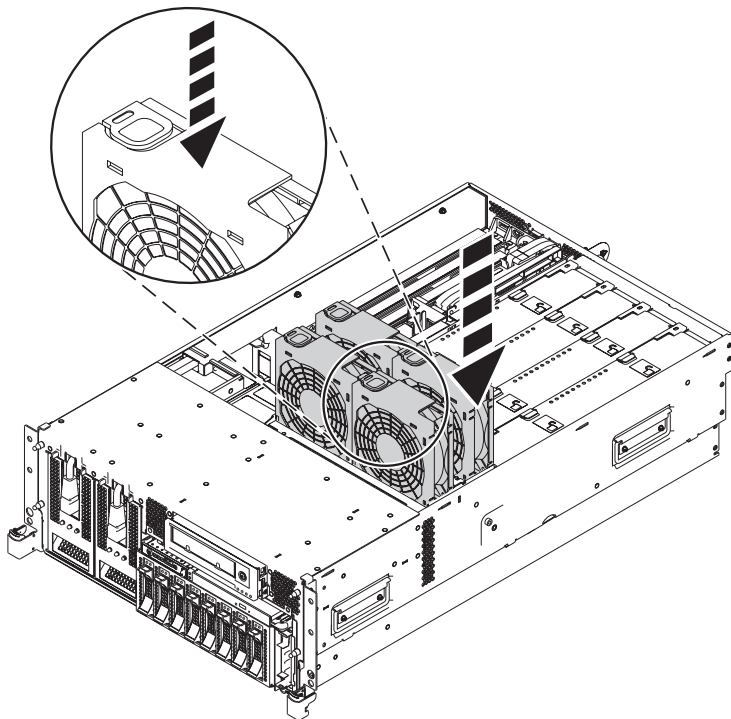

Figure 17. Installation des ventilateurs dans le boîtier de ventilation
- c. Pour installer les ventilateurs, insérez-les dans leurs emplacements dans le boîtier de ventilation, en appuyant sur le ventilateur jusqu'à ce qu'il s'emboîte dans son emplacement, comme indiqué dans la figure 17.